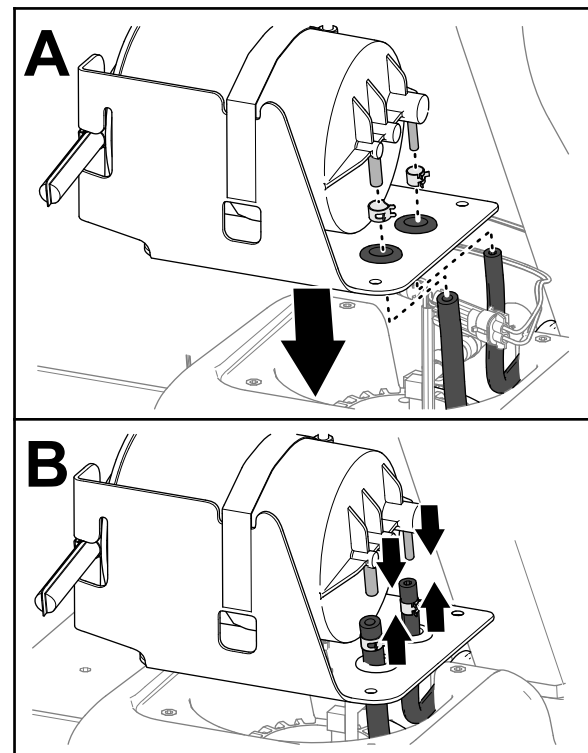

Figura 90
1. Alinhe os tubos do depósito de combustível através dos anéis isolantes do suporte do recipiente de carbono (Figura 90).
2. Monte as braçadeiras de tubos nos tubos (Figura 90).
3. Monte os tubos nos encaixes do recipiente de carbono (Figura 90).